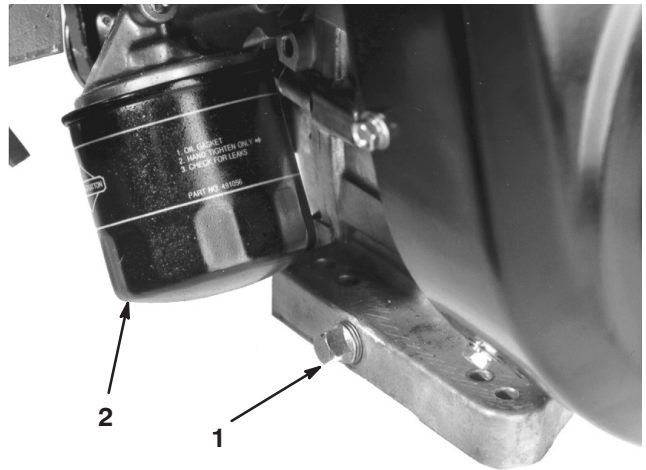

Figure 42
1. Enlevez le bouchon de vidange (Fig. 42) et laissez s'écouler l'huile dans un bac de vidange. Remettez le bouchon quand toute l'huile s'est écoulée.
2. Déposez le filtre à huile (Fig. 42). Appliquez une fine couche d'huile sur le joint du filtre de rechange.